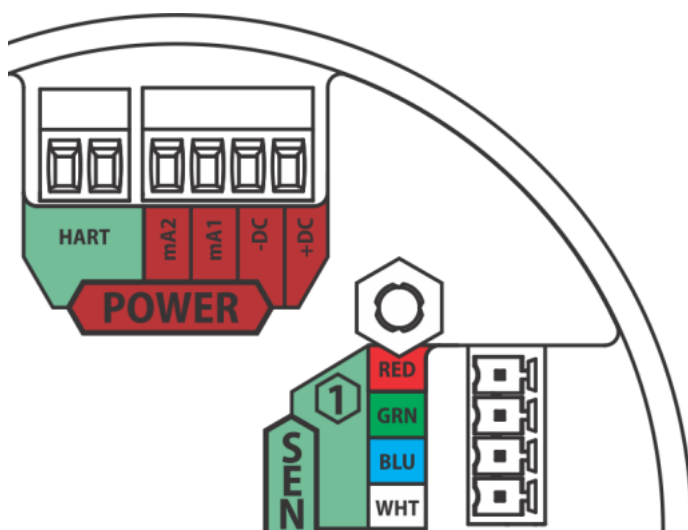

Рис. 30 Входы для электропитания, HART и датчиков
- (1) Снимите крышку ULTIMA X5000, повернув ее против часовой стрелки.
- (2) Потяните за металлическую перегородку, чтобы снять блок электроники и получить доступ к подсоединениям датчиков и электропитания.
- (3) Снимите силовой соединительный элемент красного цвета.
- (4) Используйте отвертку под плоский шлиц малого размера, чтобы открыть вводы проводов на соединительном элементе.
- (5) Зачистите оболочку кабеля для получения доступа к экрану и четырем отдельным проводам.
- (6) Подсоедините провода электропитания и аналоговых выходов. Расположение проводов указано на крышке (см. Рис. 30):